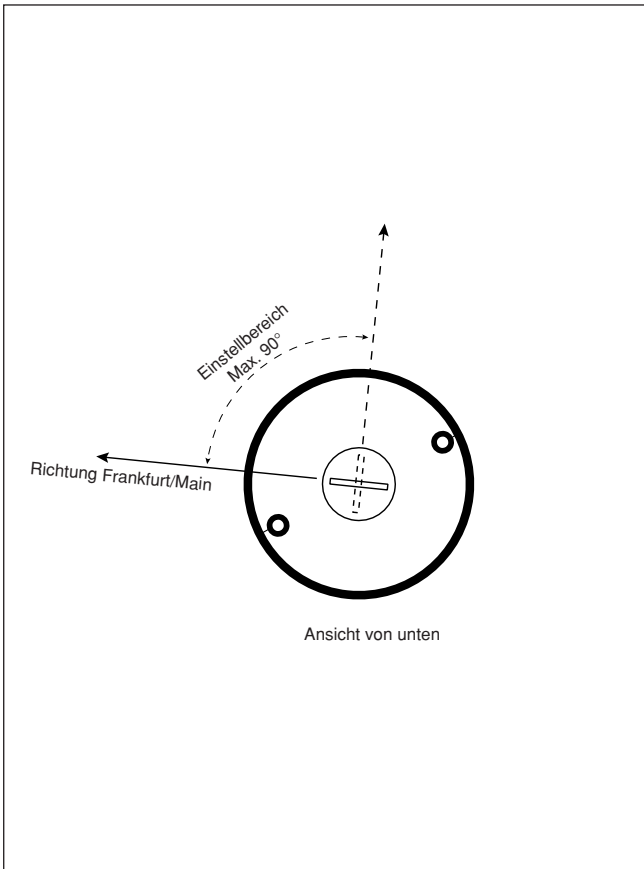
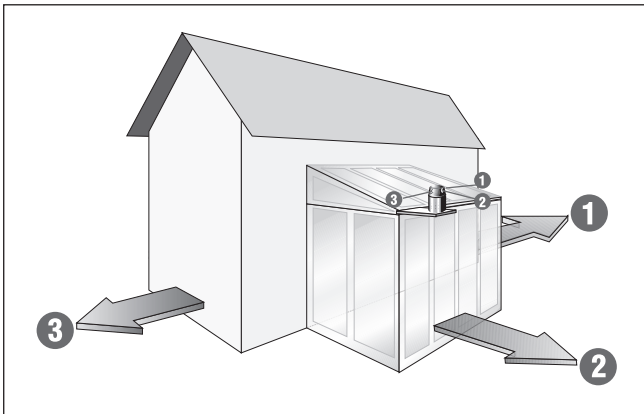
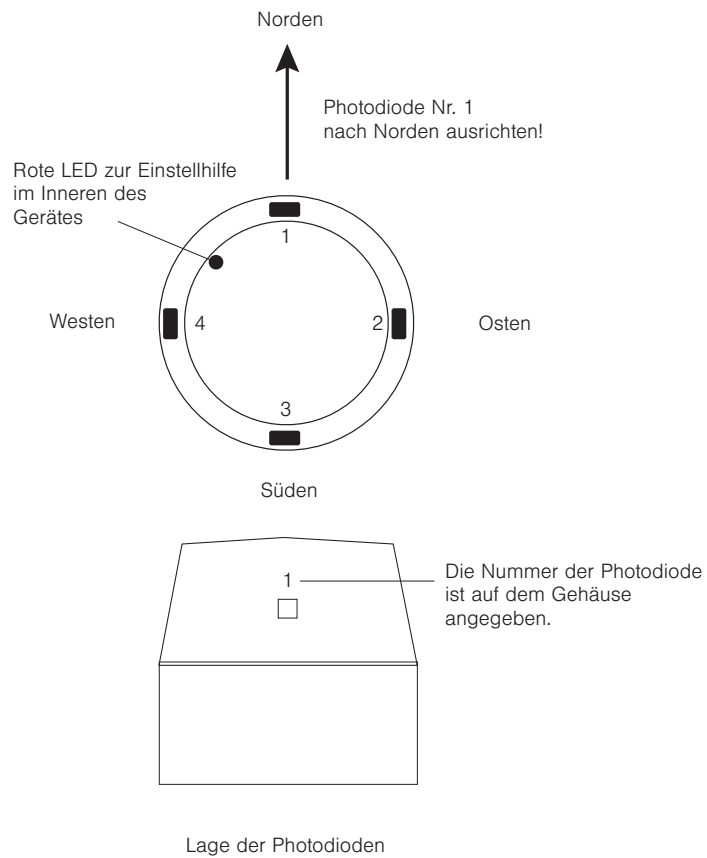

Abb. 2 Ausrichtung der Empfangsantenne
Abb. 3 Ausrichtung der einzelnen Photodioden (1 bis 3)
Abb. 6 Elektrischer Anschluss / Zuordnung der Adernfarben zu den einzelnen Photodioden
- Testen Sie vor der Montage des Messwertgebers den Montageort unbedingt auf seine Empfangsfähigkeit! Bestandteil des Gerätes ist eine Empfangsantenne, deshalb sollte es grundsätzlich mindestens 0,5 m von Steuergerät und 230 V AC Leitungen entfernt montiert werden. Am Gehäuseboden befindet sich eine weiße Kunststoffscheibe mit Nut. Durch Drehen der Scheibe mit einer Münze kann die Antenne im Inneren des Gerätes in einem Bereich von ca. 90° justiert werden. Idealerweise sollte die Nut in der Einstellscheibe in Richtung Frankfurt/Main zeigen (Abb. 2). Zur Einstellhilfe befindet sich zwischen der ersten und der zweiten Photodiode eine rote LED im Inneren des Gehäuses (Abb. 6). Wird das Zeitsignal empfangen, dann blinkt diese LED im Sekundentakt. Beachten Sie bitte, dass das Blinksignal bei starker Sonneneinstrahlung nicht sichtbar ist. Ob Sie ein korrektes Zeitletogramm empfangen, können Sie nicht am Blinken der LED erkennen, sondern erst nachdem Sie den Messwertgeber an Ihre Sonnenschutzzentrale angeschlossen und die Inbetriebnahme durchgeführt haben. Sollte der Empfang nicht einwandfrei sein, beachten Sie bitte folgende Hinweise:
- Die Photodioden im Messwertgeber müssen den gleichen Helligkeitsbedingungen ausgesetzt sein wie die zu steuernden Sonnenschutzbehänge. Richten Sie die Photodioden nach den zu verschattenden Gebäudefassaden aus (siehe Abb. 3). Beachten Sie, dass die Photodiode Nr. 1 (Abb. 6), die für die Dämmerungsautomatik erforderlich ist, dabei möglichst nach Norden weist und nicht durch künstliche Lichtquellen beeinflusst werden kann.
Der elektrische Anschluss erfolgt nach Abb. 6, dort ist auch die Zuordnung der Fotodioden zu den Adernfarben der Anschlussleitung beschrieben. Grundsätzlich können Sie entweder eine, zwei, drei oder alle vier Photodioden (je nach Einsatzzweck) an Ihre Zentrale anschließen. Zur dämmerungsabhängigen Steuerung sollte die Photodiode 1 verwendet werden. Das Gerät wird mit einer Anschlussleitung (Länge 3 m) geliefert. Sollte die Länge dieser Leitung nicht ausreichen, kann diese auf bis zu 100 m verlängert werden. Bauseitig wird hierzu eine Abzweigdose benötigt. Wählen Sie eine Variante, die den jeweiligen Umgebungsbedingungen gerecht wird (für Außenmontage z.B. IP65). Vom Messwertgeber zur Sonnenschutzzentrale empfehlen wir Ihnen die Verwendung der Leitung 8 x AWG 26 C UL (UV-beständig).